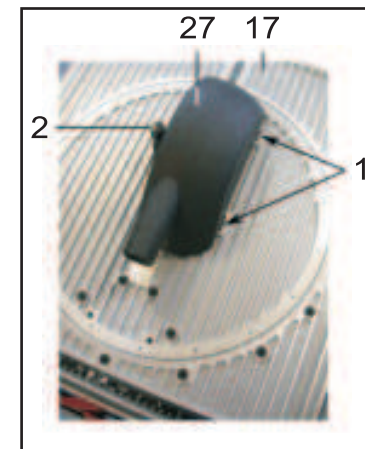

Рис. 5
- В специальные пазы 1 рабочего стола 17 установите кожух 27 и зафиксируйте его винтом 2 (Рис. 5);